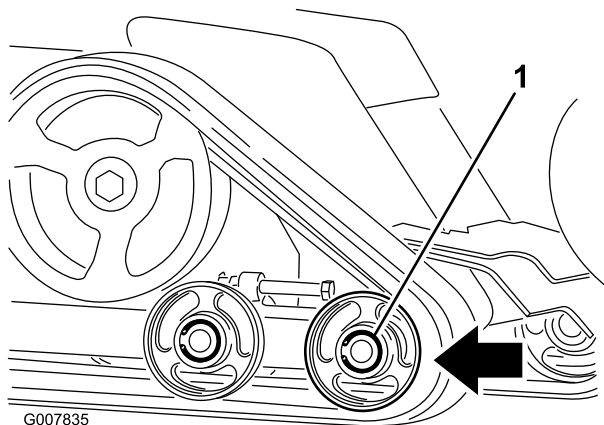

Bild 50
6. Drücken Sie das vordere Straßenrad so weit es geht nach hinten (Bild 50).
8. Wenn Sie die Kette vom Straßenrad entfernt haben, nehmen Sie sie von der Maschine ab (Bild 50).
9. Legen Sie die neue Kette, beginnend am Antriebsrad, um das Rad und stellen Sie sicher, dass die Stollen an der Kette zwischen die Distanzstücke auf dem Rad passen (Bild 50).
10. Drücken Sie die Kette unter und zwischen das hintere und mittlere Straßenrad (Bild 50).